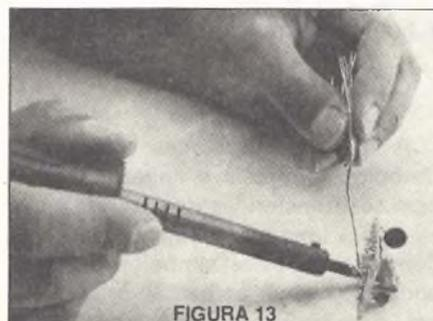

FIGURA 13
12. A placa depois desta operação estará pronta para receber os componentes. Enfie seus terminais e solde. Se existir alguma interrupção de trilha após a placa feita não se desespere: para corrigir o problema basta usar um pouco de solda, fazendo uma "ponte". (figura 13)